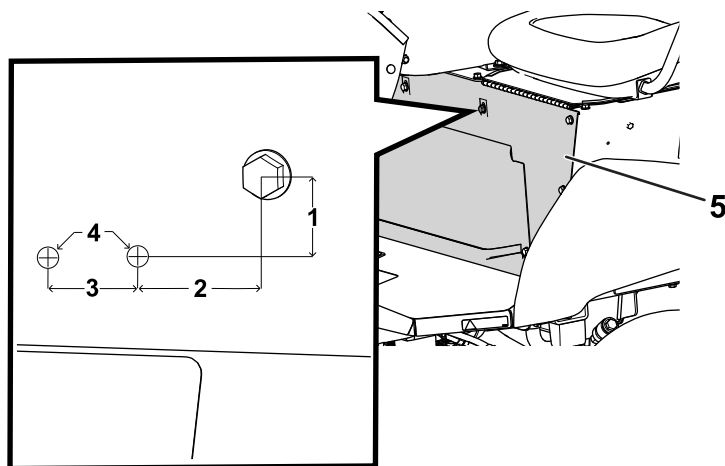

Figura 27
1. Dal bullone sulla base del sedile, misurate e praticate 2 fori nella base del sedile (Figura 27).